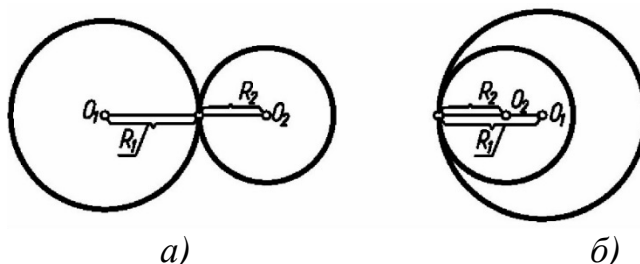

Рис. 101. Касающиеся окружности
2) Окружности имеют одну общую точку. Такие окружности называются КАСАЮЩИМИСЯ (внешнее касание показано на рис. 101, а), и внутреннее касание – на рис. 101, б)). В случае внешнего касания $O_1O_2 = R_1 + R_2$, в случае внутреннего касания $O_1O_2 = R_1 - R_2$ ($R_1 > R_2$).